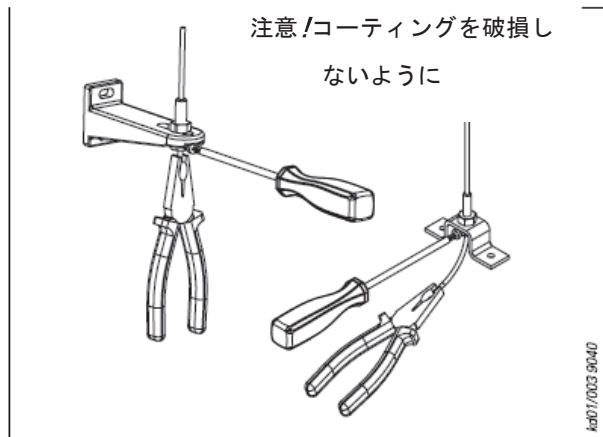

図19 ガイドケーブルのセット方法
■ガイドケーブルをペンチで引張り(この際コーティングを破損しないように!),同時にネジを締めます。(図19)